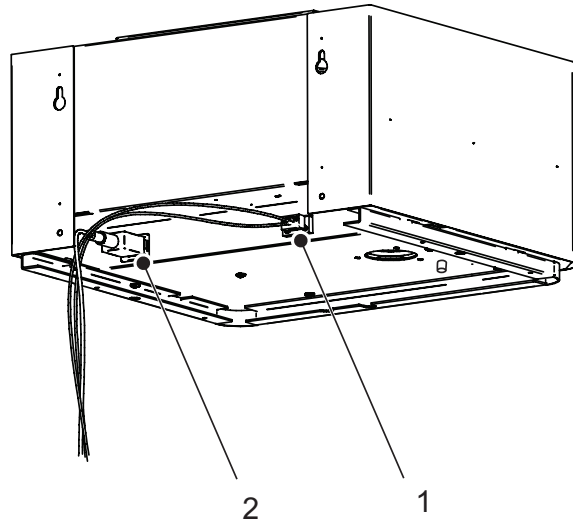

Bild 18: Elektrische Anschlüsse des Ventilationsgeräts
- a. Stecken Sie das Netzanschlusskabel und das Kabel der Sicherheitskette (mitgeliefert) in die entsprechenden Anschlssbuchsen auf der Ruckseite des Ventilationsgeräts ein. Siehe Bild 18.